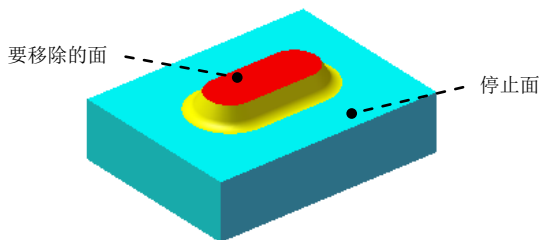

图 16.6.36 成形工具 7
(5) 单击“圆角”对话框中的  按钮, 完成圆角 1 的创建。
Step6. 创建图 16.6.36 所示的零件特征——成形工具 7。
(1) 选择命令。选择下拉菜单 **插入(I)** → **钣金(B)** →  **成形工具** 命令。
(2) 定义成形工具属性。
① 定义停止面。激活“成形工具”对话框 **停止面** 区域, 选取图 16.6.36 所示的模型表面为成形工具的停止面。
② 定义移除面。激活“成形工具”对话框 **要移除的面** 区域, 选取图 16.6.36 所示的模型表面为成形工具的移除面。
(3) 单击  按钮, 完成成形工具 7 的创建。